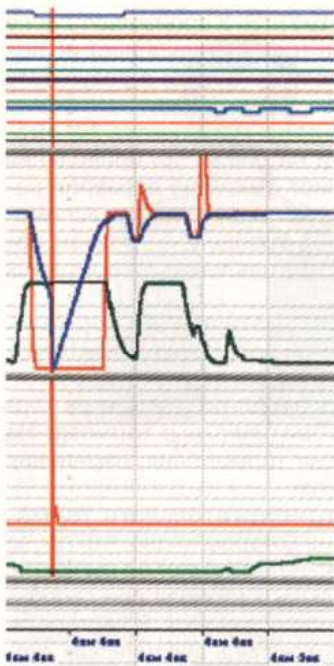

Рис. 2. Отсутствие закрепления локомотива краном вспомогательного тормоза
**Отсутствие закрепления локомотива вспомогательным тормозом.** На рис. 2 показан пример, когда отсутствует запись постановки ручки крана вспомогательного тормоза в тормозное положение в обеих кабинах управления. Помощник покинул кабину управления, не убедившись, что локомотив заторможен машинистом из рабочей кабины. Как видно на графике, при поездном давлении в тормозной магистрали одновременно регистрируется снижение давления в тормозных цилиндрах.